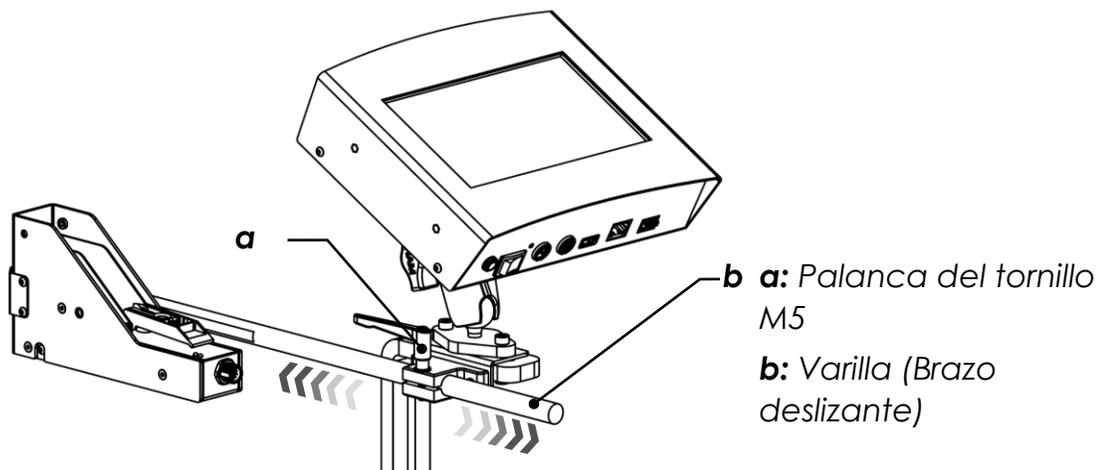

Figura 27
- Afloje el tornillo de la abrazadera para liberar la abrazadera deslizante (vea la Figura 27).